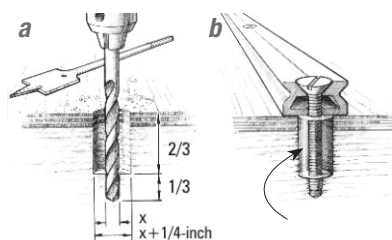

图16 钻出超大孔以增加外露基板面积和紧固件周围的环氧树脂量。
1. 钻出超大孔 $2/3-3/4$ 紧固件的深度。孔直径为 $1/4$ "大于紧固件直径(图16-a)。
5. 用力安装紧固件,以将五金件固定到位。在施加负载到五金件之前,让环氧树脂彻底固化(图16-b)。